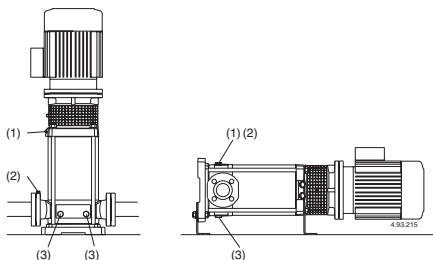

Abb. 4d (1) Auffüllung und Entlüftung;
(2) Entlüftung Saugleitung
(3) Entleerung
Wenn der **Wasserspiegel auf der Saugseite oberhalb der Pumpe** ist (Zulaufbetrieb, **Abb. 3B**) Absperrschieber in der Zulaufleitung langsam und vollständig öffnen um die Pumpe zu füllen. Dabei Schieber in der Druckleitung und die Entlüftungsöffnungen (1) (2) (**Abb. 4d**) öffnen, damit die Luft entweichen kann.
Entlüftungsöffnungen (1) (2) schließen (**Abb. 4d**). Bei MXV-B, MXV(L) 25-32-40-50 und MXV(L)4 25-32-40-50, die Nadelschraube (14.17) in der Entleerungs-Verschlußschraube (14.12) (**Abb. 4b**) anziehen und die Entlüftungsbohrung (14.04) schließen. Die Pumpe mit geschlossenem Druckleitungs-Absperrschieber und mit vollständig geöffnetem Zulauf- bzw. Saugleitungs-Absperrschieber starten. Sofort danach langsam den Druckleitungs-Schieber öffnen und den Betriebspunkt innerhalb der auf dem Typenschild angegebenen Grenzwerte einstellen.